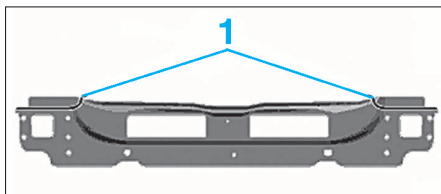

FIG. 32
- Couper l'élément neuf dans la zone (1) (Fig.32).